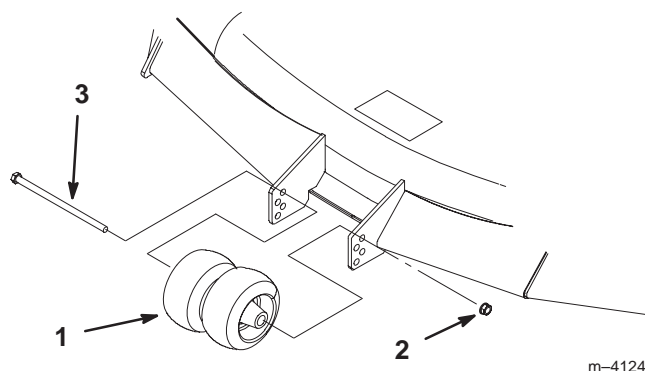

Bild 24
3. Entfernen Sie nach dem Einstellen der Schnitthöhe die Schraube und Mutter (Bild 24).
4. Wählen Sie eine solche Höhe, bei der die Radstelze der gewünschten Schnitthöhe so nahe wie möglich ist (Bild 24).
5. Setzen Sie die Schraube, mittleren Rollen und Mutter wieder ein (Bild 24).